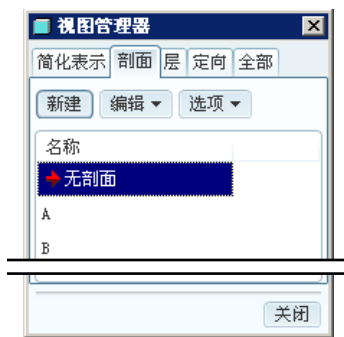

图 3.12.17 “视图管理器”对话框
Step4. 在“视图管理器”对话框的**剖面**选项卡中单击**新建**按钮，输入截面名称“B”，然后单击中键，在系统弹出的“视图管理器”菜单中选择**Planar (平面)** → **Single (单一)** → **Done (完成)**，选取 TOP 基准平面，此时对话框如图 3.12.17 所示，单击**关闭**按钮，关闭对话框。